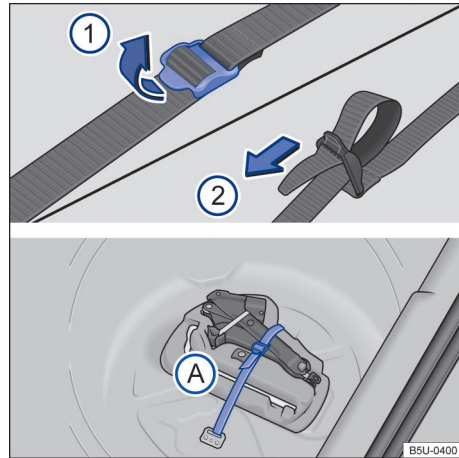

Fig. 159 En el maletero: cinta de fijación de la caja de herramientas y caja de herramientas de a bordo.
Para soltar la cinta de fijación → fig. 159 (A), tirar de la hebilla en el sentido de la flecha ①.